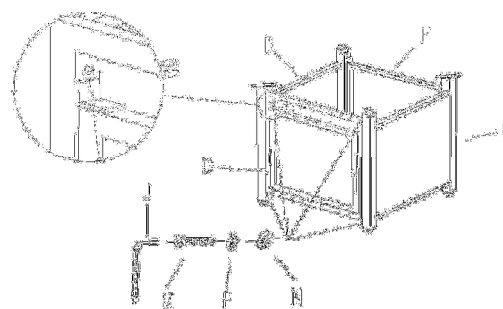

Figura 3
**3.** Fije el marco de la puerta (G) a la izquierda (D) y al lado derecho (E) con 4 tornillos  $\frac{1}{4}$  in x 15 mm (M), 4 arandelas planas (N) y 4 arandelas de resorte (P) con la llave Allen (J), (ver la figura 3).